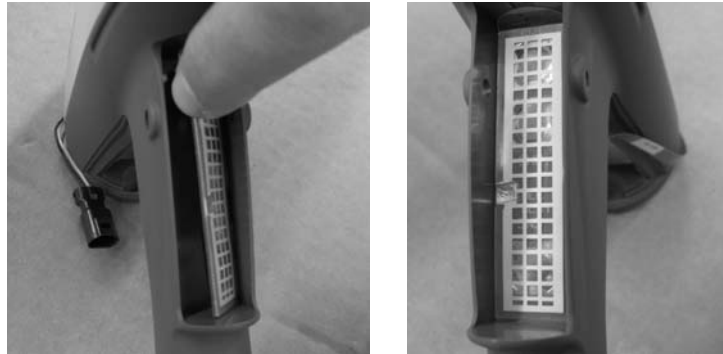

Abb. 6-11 Auslöserschalter installieren - Schritt 4
- Siehe Abb. 6-11. Die Trägerfolie vom Schalter ablösen.